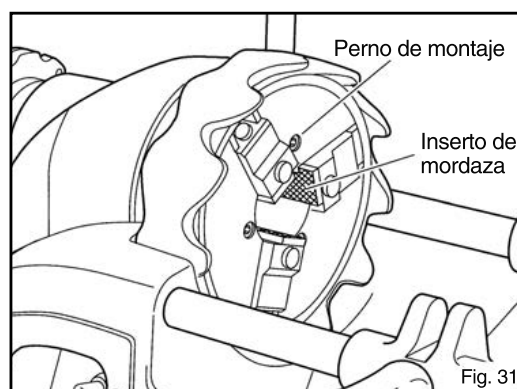

Fig. 31
4. Configuración y cuidado del mandril (Fig. 31)